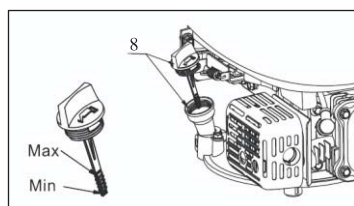

Fig. 6
2. Verwijder de olievuldop /peilstok (8) en veeg deze schoon.
3. Steek de olievuldop/peilstok (8) in de olievlnek, zoals getoond. Schroef de dop er echter niet in, maar verwijder de dop om het oliepeil te controleren.
4. Indien het oliepeil bij of beneden de onderste peilstreep op de peilstok staat, verwijder dan de olievuldop/peilstok (8), en vul bij met aanbevolen olie tot aan de bovenste peilstreep (onderste rand van het olievlngat). Vul niet te veel bij.
5. Plaats de olievuldop /peilstok (8) stevig terug. (Zie Fig. 6)